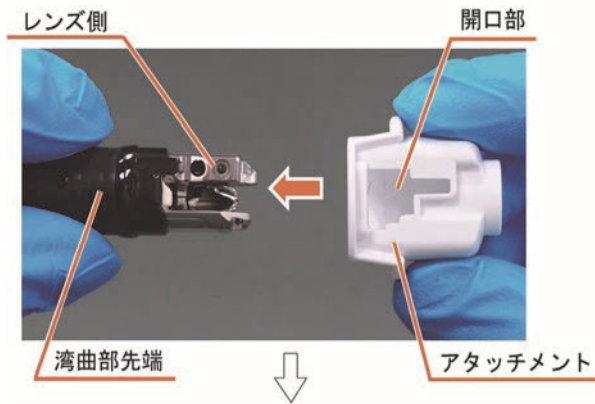

図 3
(1)図 3 に示すように、湾曲部先端をやさしく把持し、もう一方の手でアタッチメントをつまむ。アタッチメントの開口部と内視鏡先端部のレンズ側を合わせて、アタッチメントの開口部から先端リングの突起が完全に見えるまでアタッチメントを押し込む。